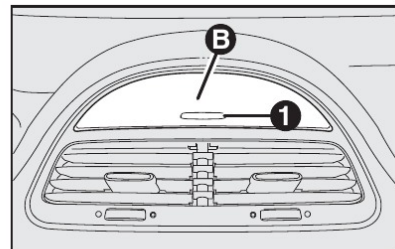

fig. 87
**B-fig. 87** - Região central do painel acima dos difusores de ar (para algumas versões está disponível uma portinhola que se abre quando é pressionado o botão 1).